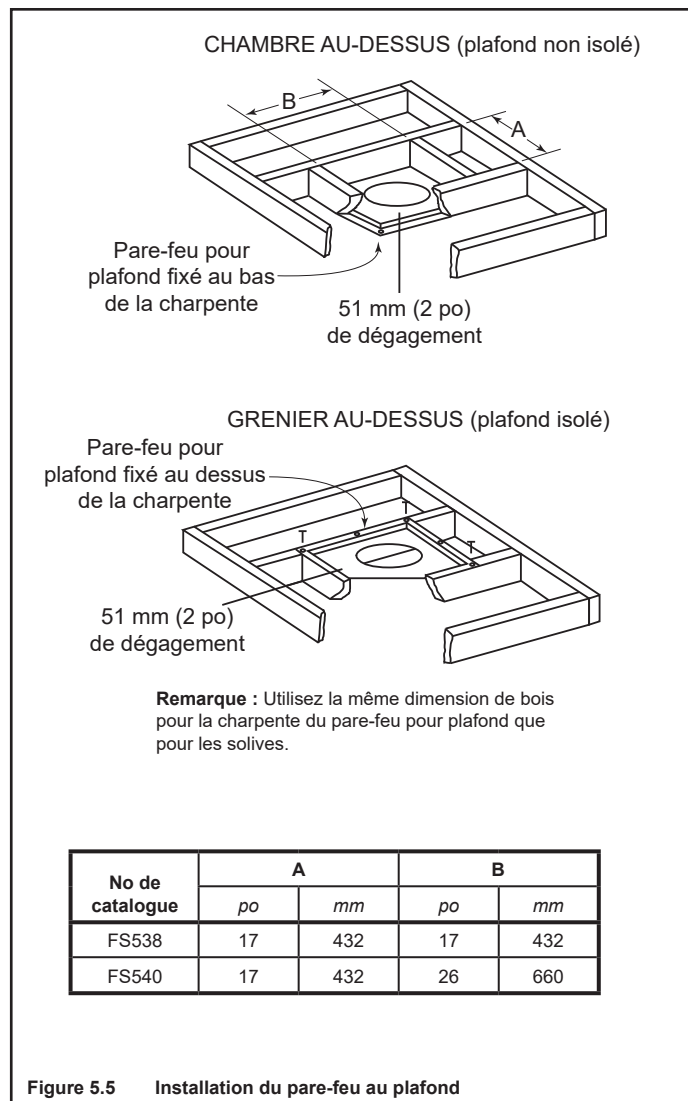

Figure 5.5 Installation du pare-feu au plafond
- Marquez et découpez une ouverture dans le plafond comme indiqué sur la figure 5.5.
- Voir les figures 5.5, 5.6 et 5.7.